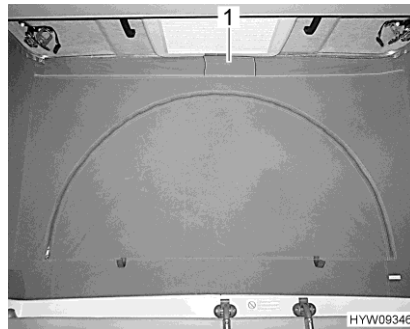

Bild 85 Lüftung (geschlossen)
- Klettverschluss der Stoffflasche (Bild 85,1) unter dem Aufstelldach lösen. Hinter der Stoffflasche ist als Schutz vor Insekten ein Netzgitter angebracht.